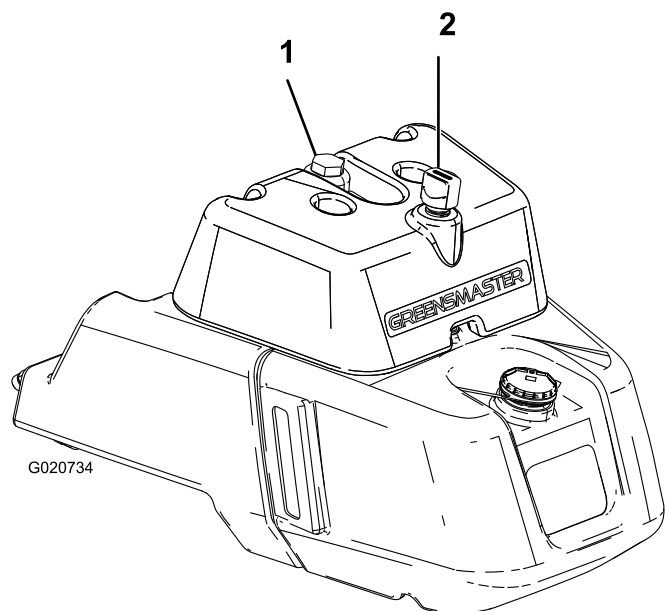

Figura 27
2. Togliete il tappo dal serbatoio (Figura 27).